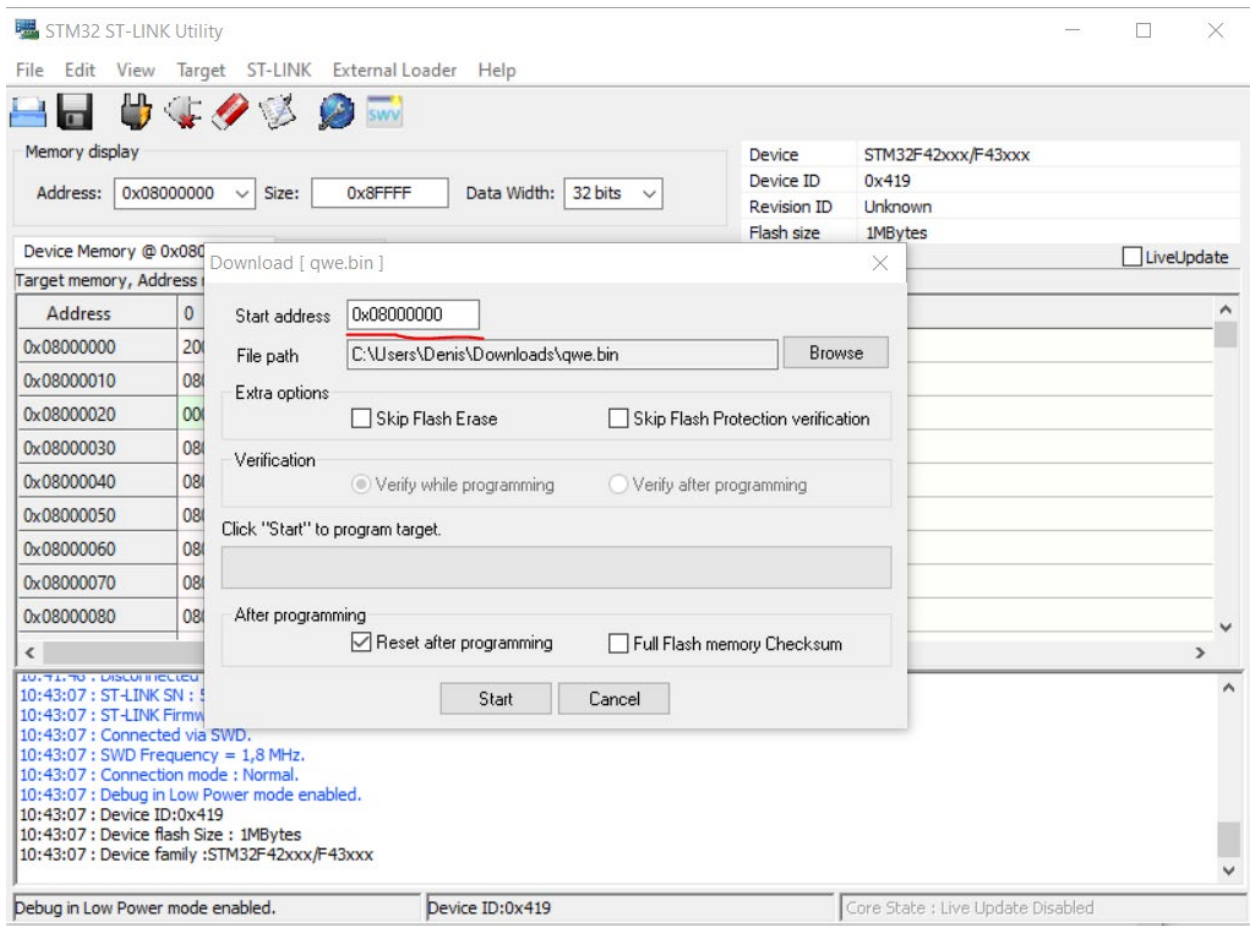

Рисунок 5 Загрузка считанного файла прошивки в контроллер
2. Выбрать «Target->Program...», выставить стартовый адрес 0x08000000, выбрать считанный файл прошивки .bin и нажать «start». (Рисунок 5)